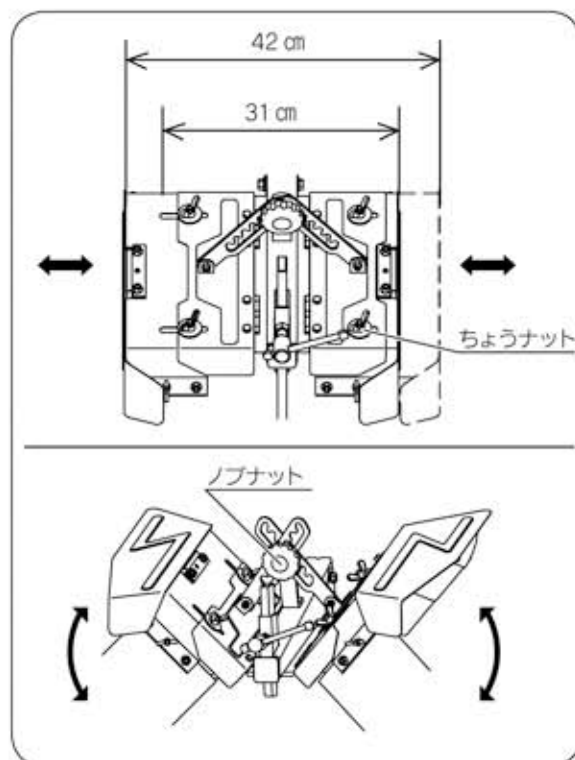

図58
- ロータリカバーは作業により、幅の調節、上下の調節をおこなってください。(図58)